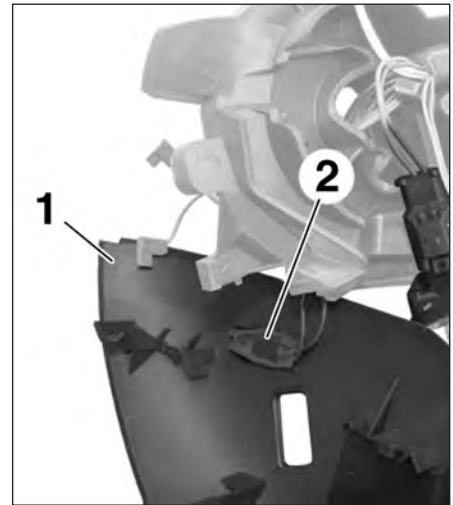

FIG.45
- la sonde de température extérieure (2) de la coque (1) (Fig.45).